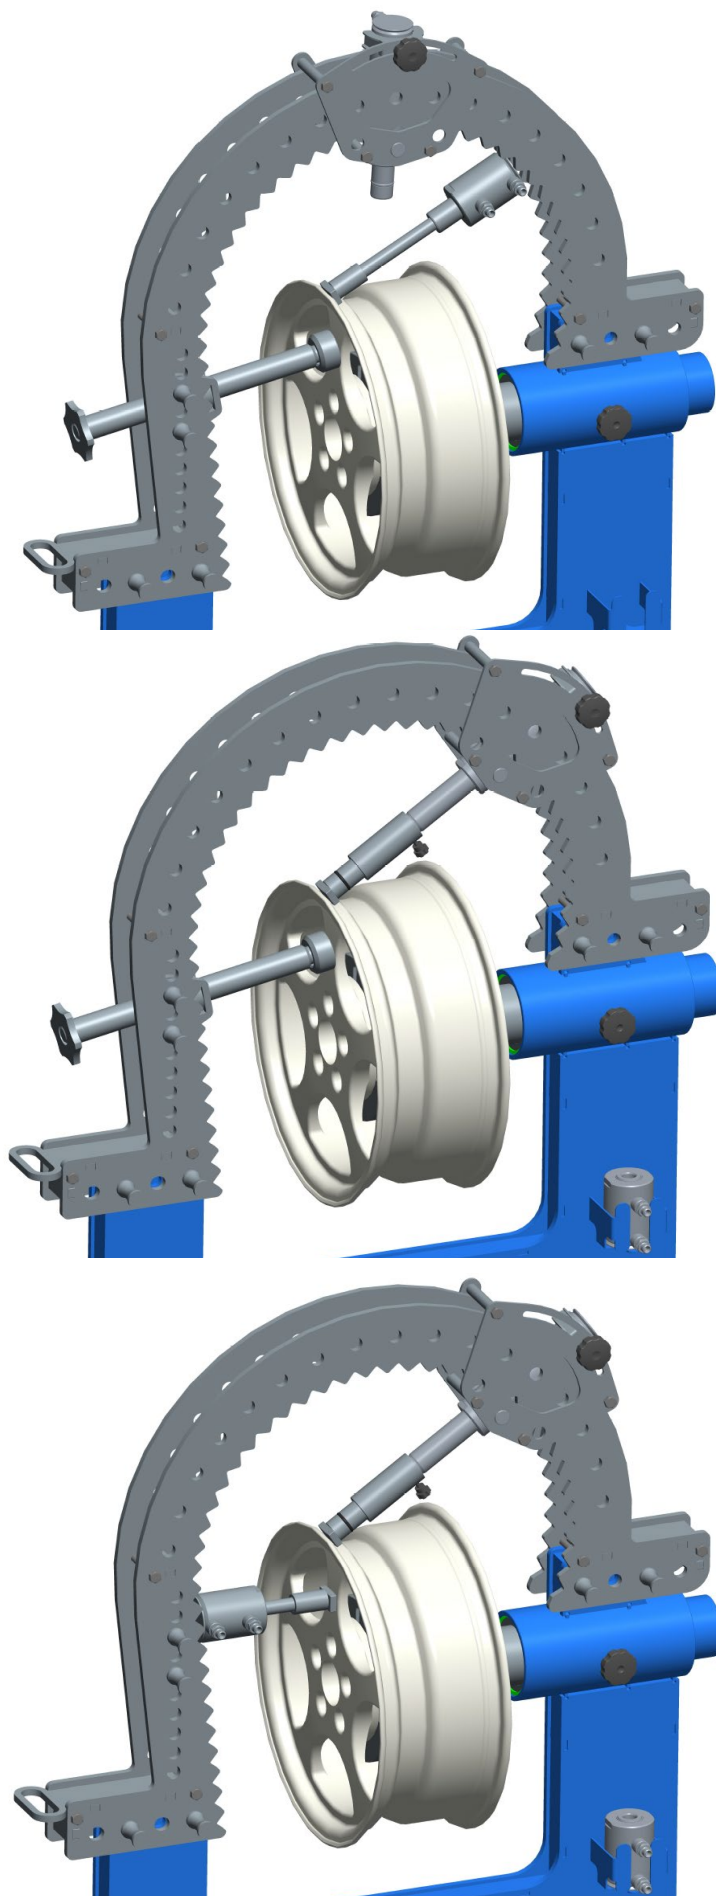

Рисунок 7.7 - Правка спицы диска
7.7 Для правки спицы колеса поджать упором деформированную спицу диска, и нажать на бурт посадочной полки диска, насадкой вставленной через удлинитель в гидроцилиндр D60 или D50, либо поджать бурт посадочной полки диска гидроцилиндром D50, и нажать на спицу гидроцилиндром D60 (рисунок 7.7).